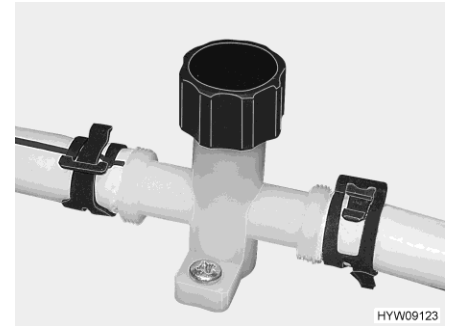

Bild 103 Ablasshahn (Wasserleitung)
- Ablasshähne (Bild 103) schließen. Dazu jeweils die Kappe im Uhrzeigersinn zudrehen. Der Einbauort des Sicherheits-/Ablassventils und der Ablasshähne ist im Abschnitt 10.6 am Ende dieses Kapitels aufgelistet.